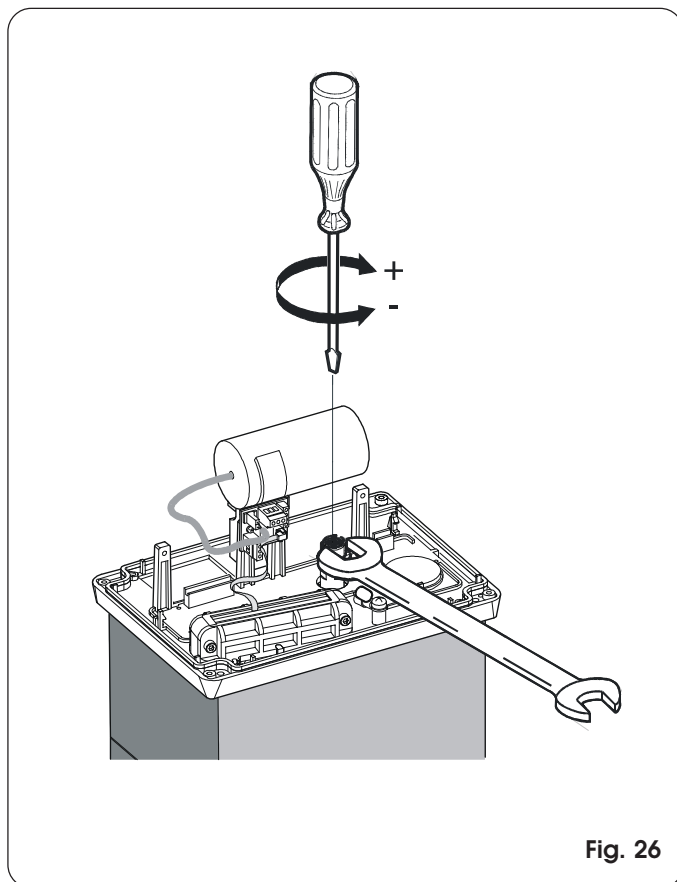

Fig. 26
- 2) Mantenga bloqueado el árbol motor utilizando una llave inglesa y manipule el tornillo de regulación del embrague con una llave Allen o destornillador Fig. 26.